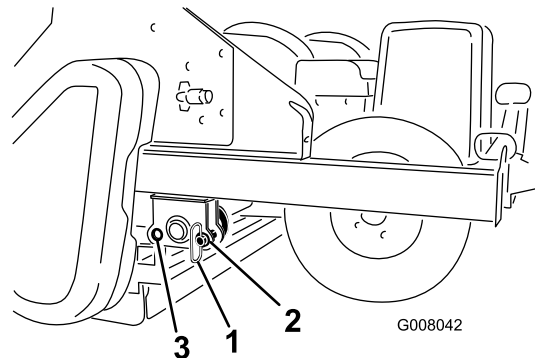

Bild 20
7. Nehmen Sie die Parkstifte beim Betrieb aus dem vorderen Loch und stecken sie in das hintere Loch (Bild 20).